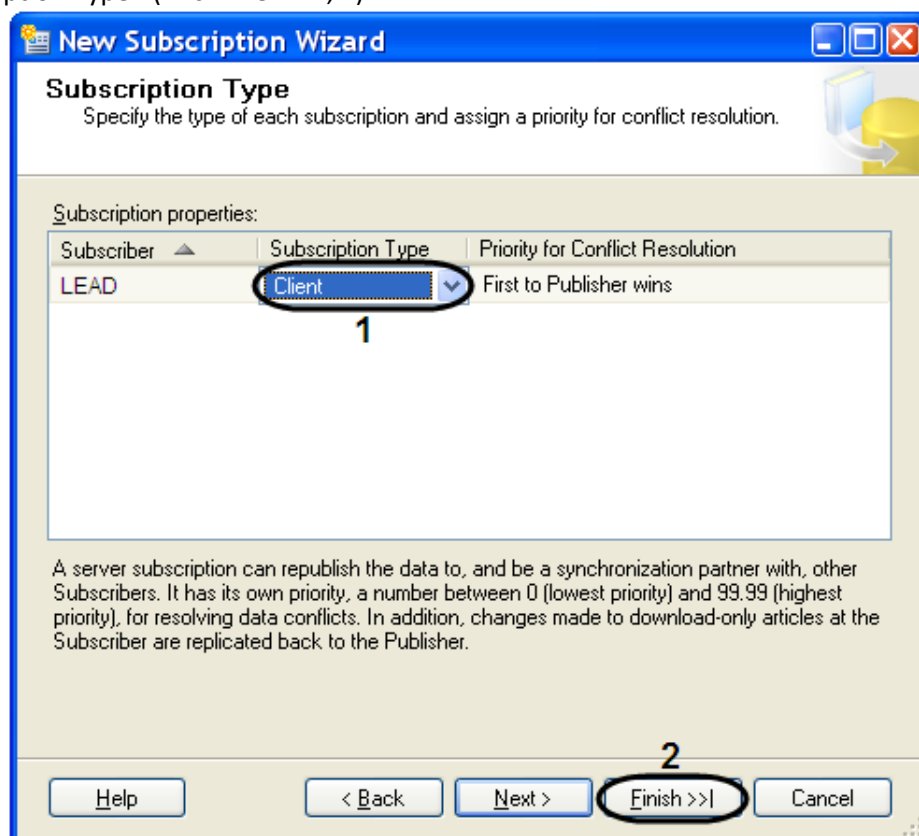

Рис. 11.3—22. Выбор типа подписки
23. Для завершения создания нового подписчика нажать кнопку «Finish» (см. Рис. 11.3—22, 2).